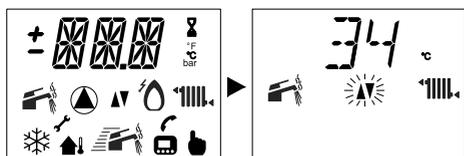

Figura 5.54
- Per modificare il SET programmato agire sui pulsanti $\blacktriangle \uparrow$ o $\nabla \blacktriangledown$ e aspettare che il numero programmato cominci a lampeggiare (Figura 5.54).